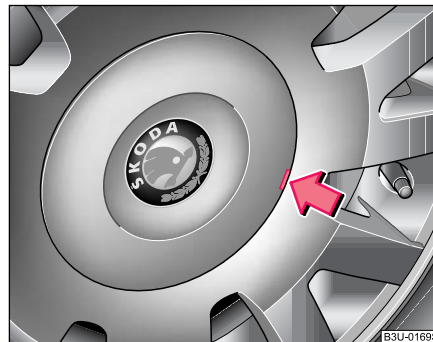

Fig. 143 Enlevez l'enjoliveur de roue
- Débloquez prudemment l'enjoliveur de roue au moyen d'un crochet d'extraction ⇒ fig. 143. ■